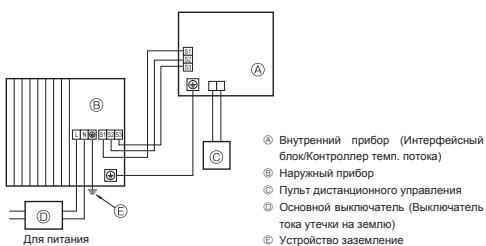
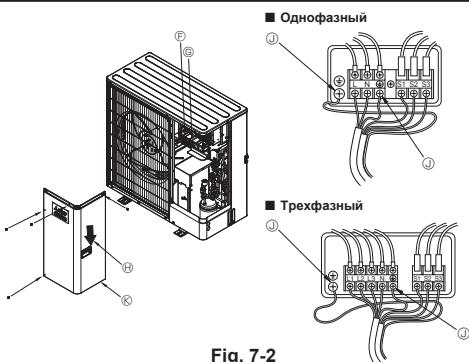

Fig. 7-1
Fig. 7-2
7.1. Наружный прибор (Fig. 7-1, Fig. 7-2)
① Снимите защитную панель.
② Подсоедините кабели, как указано на Fig. 7-1 и Fig. 7-2.